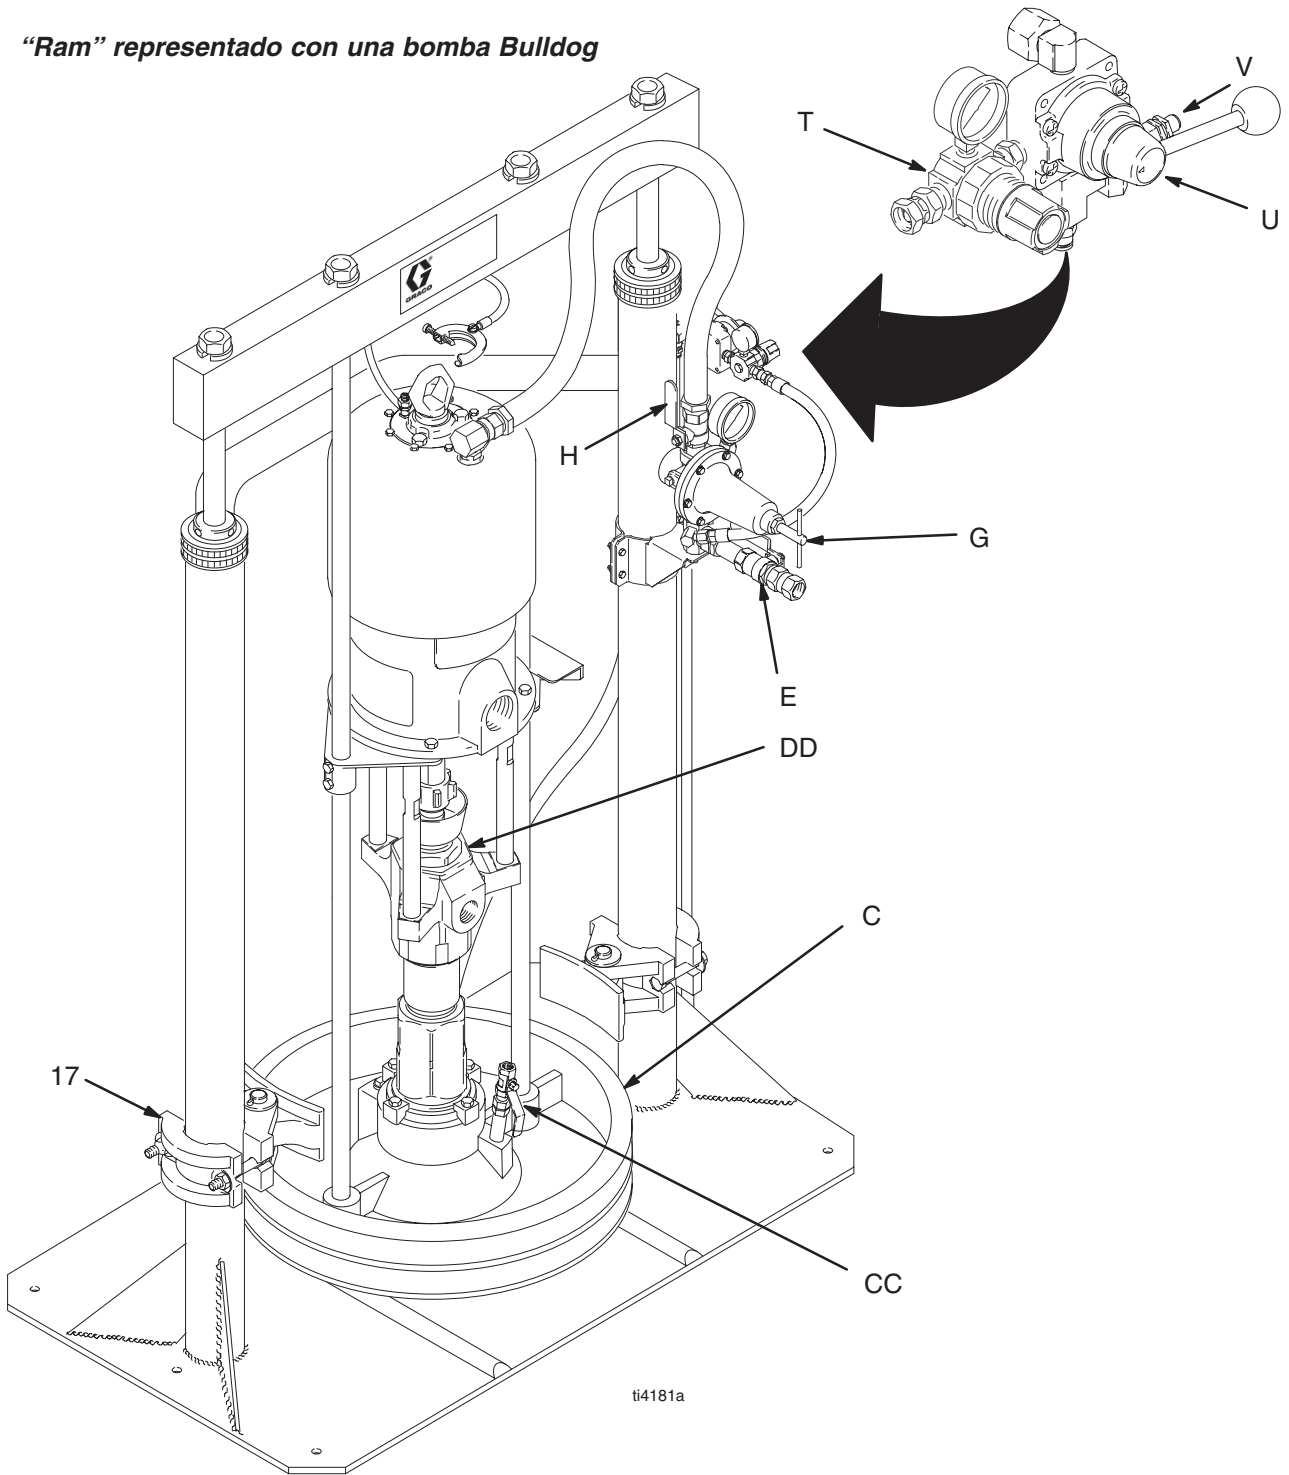

Fig. 7
1. Consulte la Fig. 7. Cierre todos los reguladores y las válvulas de aire.
2. Abra la válvula principal de purga del aire (E) y ajuste el regulador de aire del "ram" (T) a 2,8 bar. Tire hacia arriba de la manivela de la válvula directora (U) de forma que la flecha apunte hacia arriba ("UP"), y deje que el "ram" se alce hasta su altura máxima.
3. Coloque un bidón lleno de fluido en la base del "ram", deslícelo hacia atrás, contra el tubo y los soportes del "ram", y céntrelo debajo del plato rascador (C). Utilice las abrazaderas del bidón (17) para centrar, sujetar y alinear correctamente el bidón con el "ram". Después retire la tapa del bidón y alise la superficie del fluido con una regla.
1. Asegúrese de que el regulador de aire de la bomba (G) esté cerrado. Después ajuste el regulador de aire del "ram" (T) a aproximadamente 3,5 bar. Coloque la válvula directora (U) hacia ABAJO. Vea la Fig. 7.
3. Mientras la bomba esté funcionando, mantenga la válvula directora (U) en posición "DOWN".